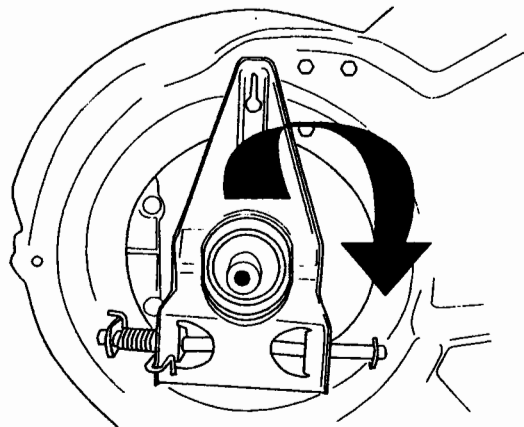

Figure 27
21. Remplacez la tige de commande à sa position initiale et remettez le câble à six vitesses dans la fente. Voir la figure 27.